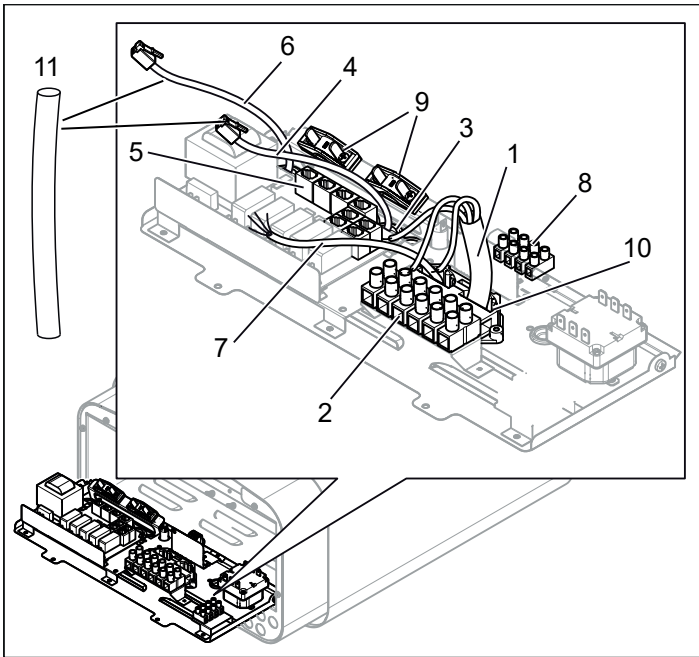
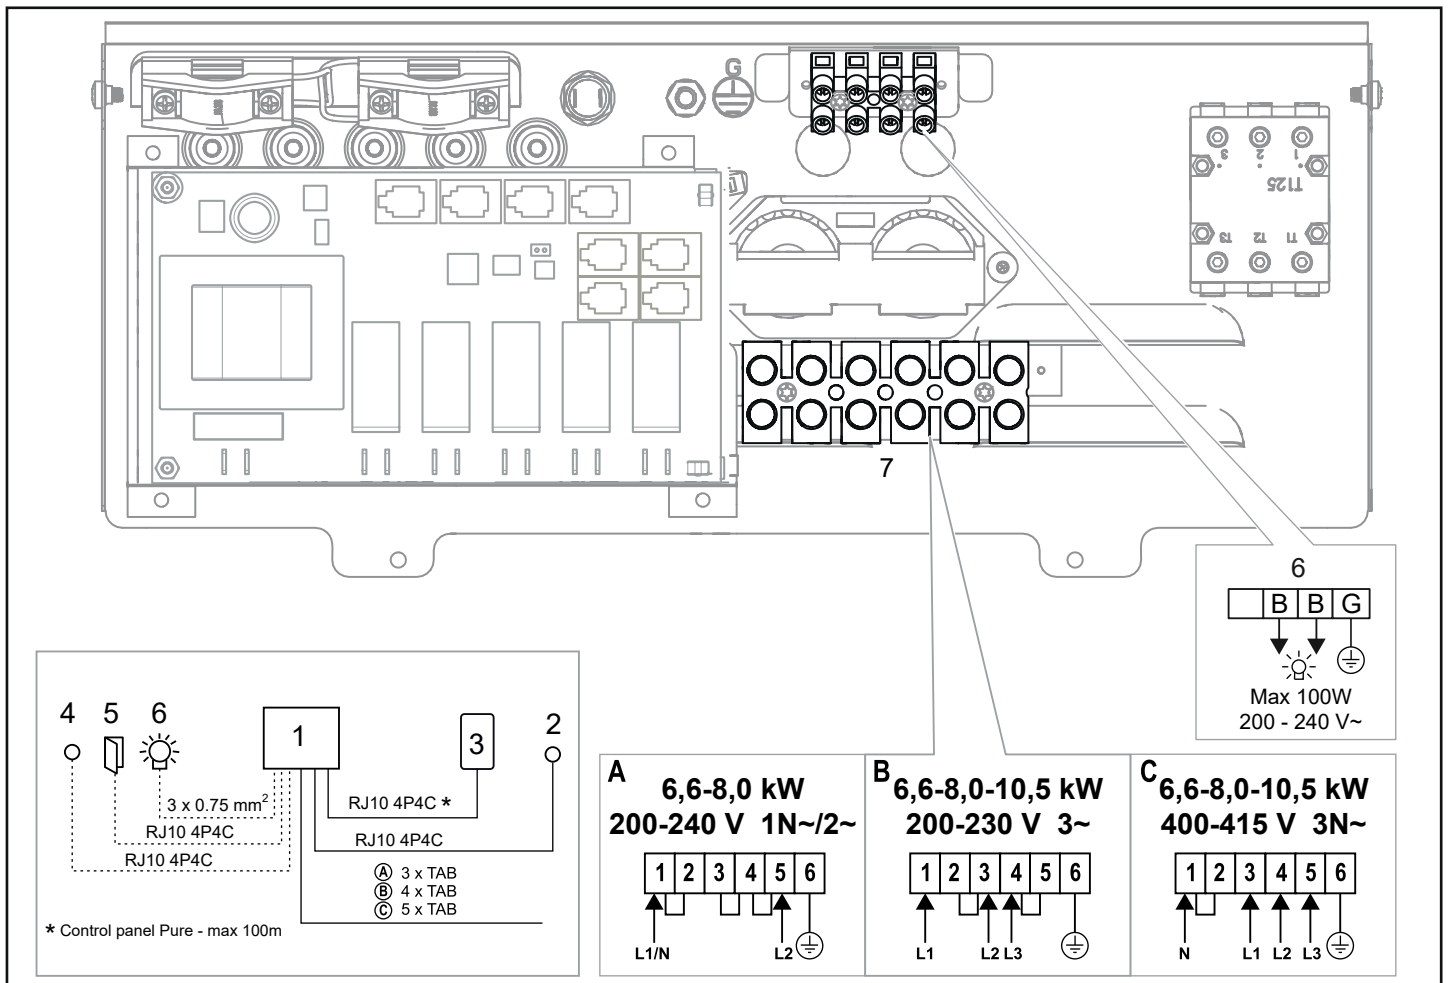
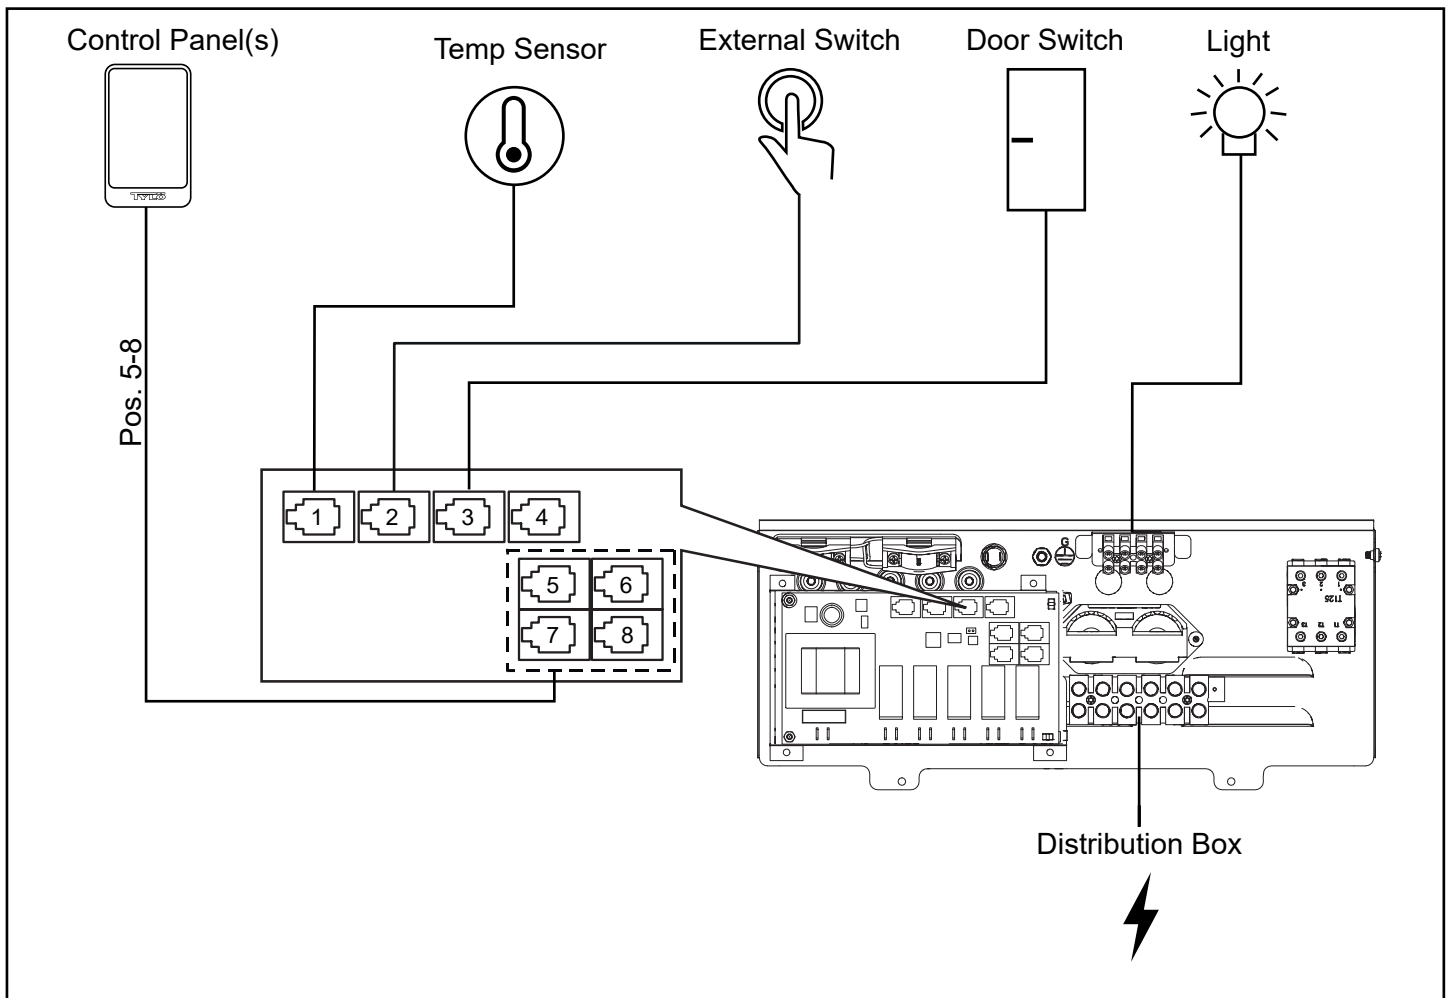

Abb. 9: Platine
Abb. 17: Schaltplan
Abb. 18. Schaltplan Sense Pure
3. Schließen Sie das Stromkabel (siehe Abb. 9) gemäß dem Schaltplan (siehe Abb. 17).
- Ziehen Sie die Kabel für die Steuerung und den Temperatursensor durch die Kabeldurchführungen (siehe Abb. 9). Schließen Sie das Kabel der Steuerung (siehe Abb. 18) an eine der vier RS485-Buchsen (Position 5-8).
- Schließen Sie das Kabel des Sensors an die NTC-Buchse der Platine (Position 1) (siehe Abb. 18).
- Schließen Sie gegebenenfalls das Kabel für die Beleuchtung, siehe Abb. 9, gemäß dem Schaltplan, siehe Abb. 17.
Bei Anschluss an Spannungen oder Phasen, die nicht im Schaltplan Abb. 17 verzeichnet sind, wenden Sie sich an den Tylö-Kundenservice.